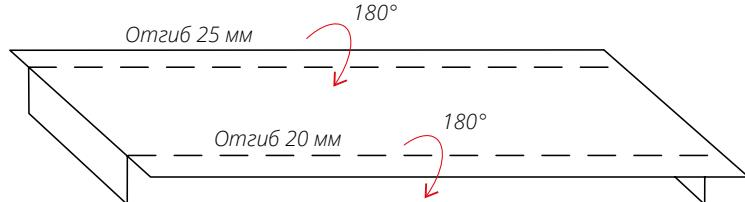

Рис. 11
- Наращивание Панели под конек производится по технике прямых-обратных отгибов. Подготовьте для наращивания Панель под конек, как показано на рис. 11. Зацепите подготовленную Панель под конек с верхней планкой юбки, обработайте киянкой линию стыка, закрепите Панель к дополнительным доскам обрешетки саморезами 4,8*29.